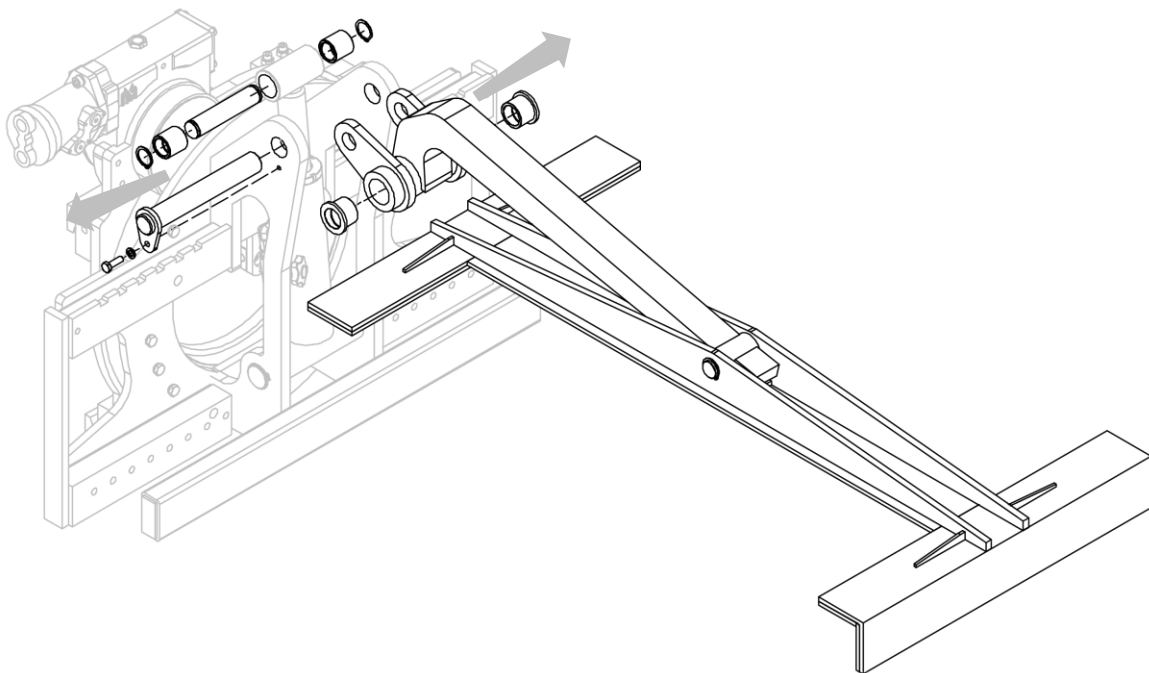

Figura 15
4. Prendere come riferimento la *Figura 15*.